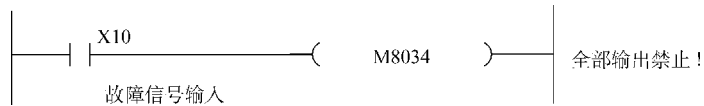

图 1-12 全部输出禁止程序示例
4) 某种特殊（故障）情况下，出于保护目的，要求全部输出点为断开状态，可编写程序驱动特殊辅助继电器，使全部输出点 OFF，如图 1-12 所示。